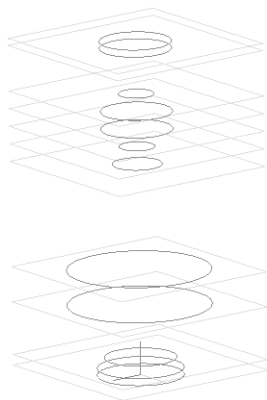

Рис. 260
- так, последовательно указывая в **Дереве** построения **Смещенные плоскости**, постройте эскизы всех окружностей (обратите внимание: смещенных плоскостей 11, а эскизов 12, т.к. первый эскиз построен на базовой плоскости **XY**) – рис. 260: